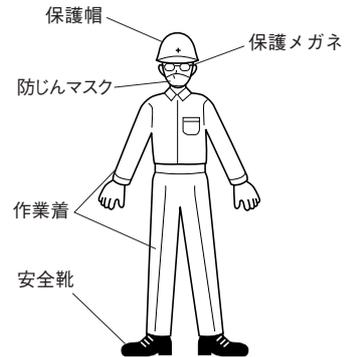

図1
- **作業に適した服装をしてください。** (図1)
- **常に保護メガネを着用してください。** (図1)
- **防じんマスクを着用してください。** (図1)